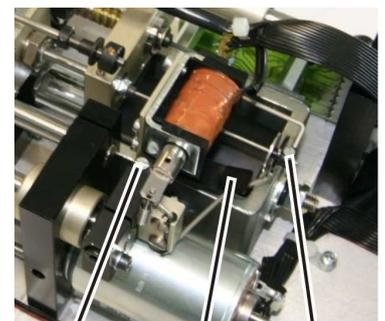
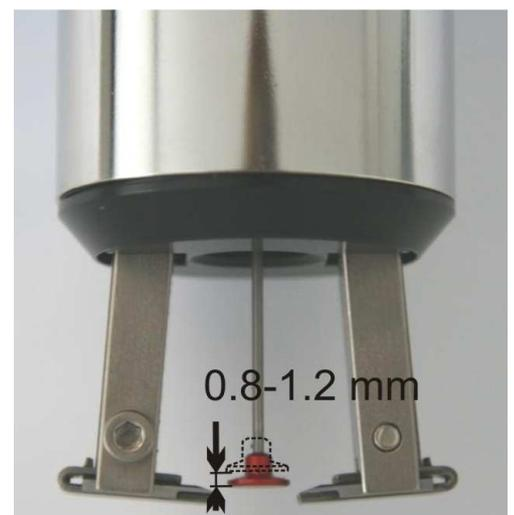

Figure 33. Déplacer la butée
Figure 34. Régler la course de déclenchement
- La course de déclenchement (Figure 34) peut être modifiée en déplaçant la butée (45). Pour cela, il faut desserrer la vis (44) et déplacer la butée (45) (Figure 33).
Déplacez la butée (45) vers la **droite** (**dans le sens horaire**) (Figure 33).
- Lorsque la course de déclenchement est de 0,8 à 1,2 mm, vous pouvez resserrer la vis (44) (Figure 33 et Figure 34).